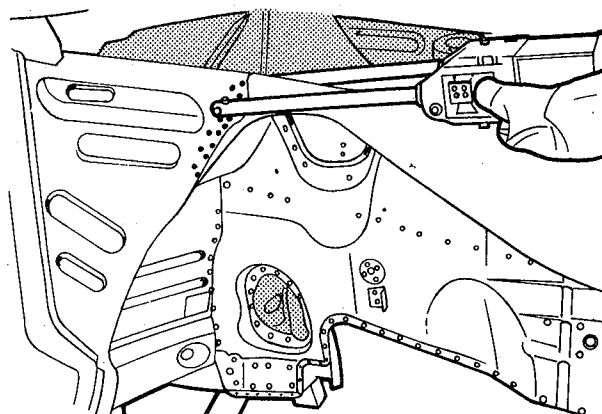

fig. 96
6. Soldar a ponto o conjunto longarina dianteira/saia ao painel lateral do curvão, e painel de fogo (fig. 96)